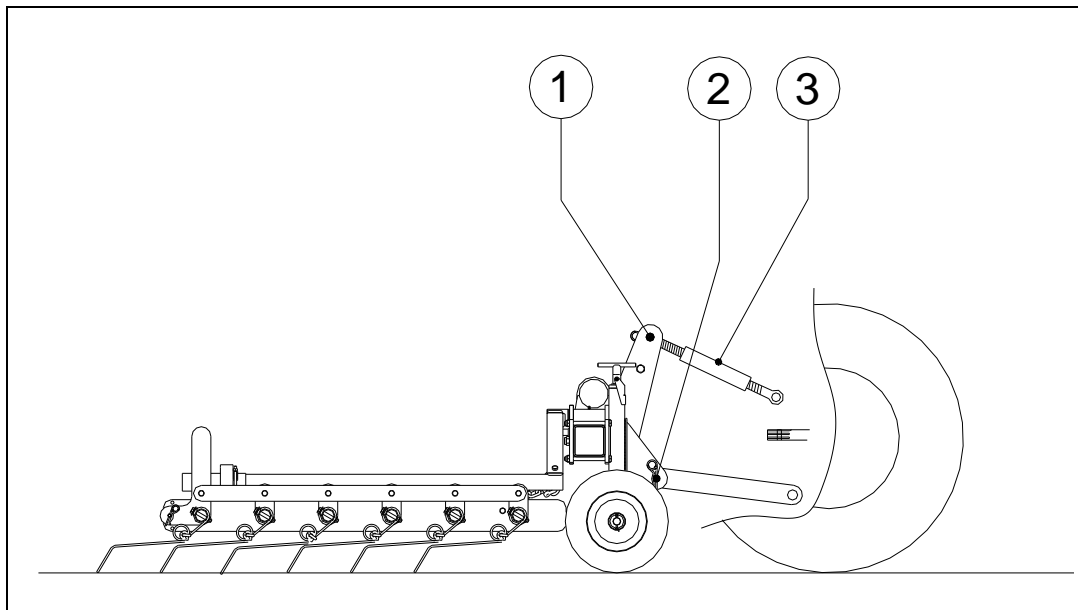

Abb. 8
Die Verti-Rake kann mit Hilfe einer 3-Punkt-Befestigung mit dem Traktor verbunden werden. Gehen Sie dazu wie folgt vor: (Fig. 8)
3. Drehen Sie die obere Stange 3 so, dass die Maschine senkrecht zum Untergrund steht. (siehe Abb. 8).